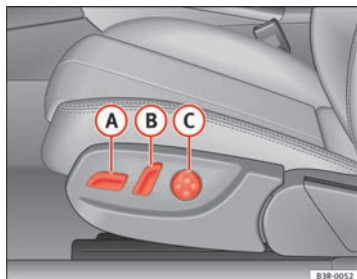
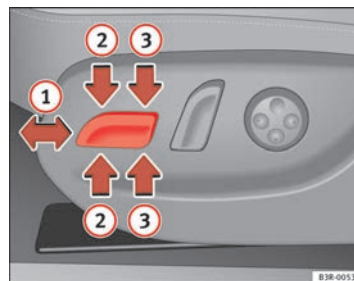

Fig. 106 Front seat:
Fig. 107 Front seat: Seat
- Press switch **A** ⇒ fig. 106 forwards or backwards **1** ⇒ fig. 107 ⇒ ⚠.